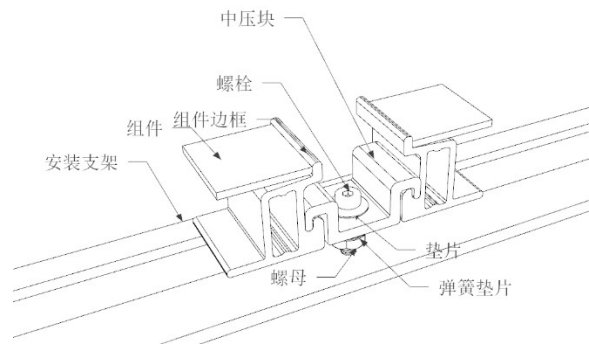

图 7：中压安装示意图
- 5) 确保每个压块的安装顺序为平垫圈、弹簧垫圈、螺母。图 5、6 为压块示意图，图 7、图 8 所示为压块安装示意图。压块的尺寸为 $a \geq 60\text{mm}$ ，打孔孔径=9mm，压块厚度 $\geq 3\text{mm}$ 。当螺栓和螺丝为 8.8 等级时，推荐收紧扭矩为 $20\text{N}\cdot\text{m}$ 。（参考 GB 50205 - 2020 钢结构工程施工质量验收标准）